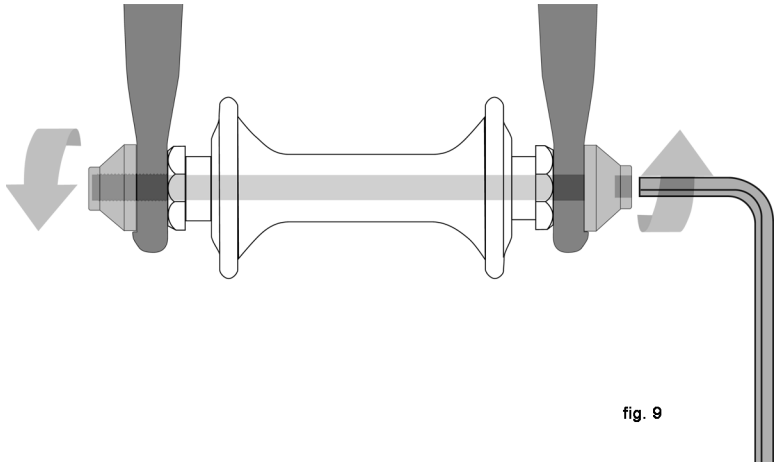

fig. 9
- Durch die hohle Nabenachse wird eine Spannachse mit Gewindemutter am einen und Innensechskant-Aufsatz, Spannhebel oder sonstigem Spannmechanismus am anderen Ende gesteckt (siehe fig. 9)